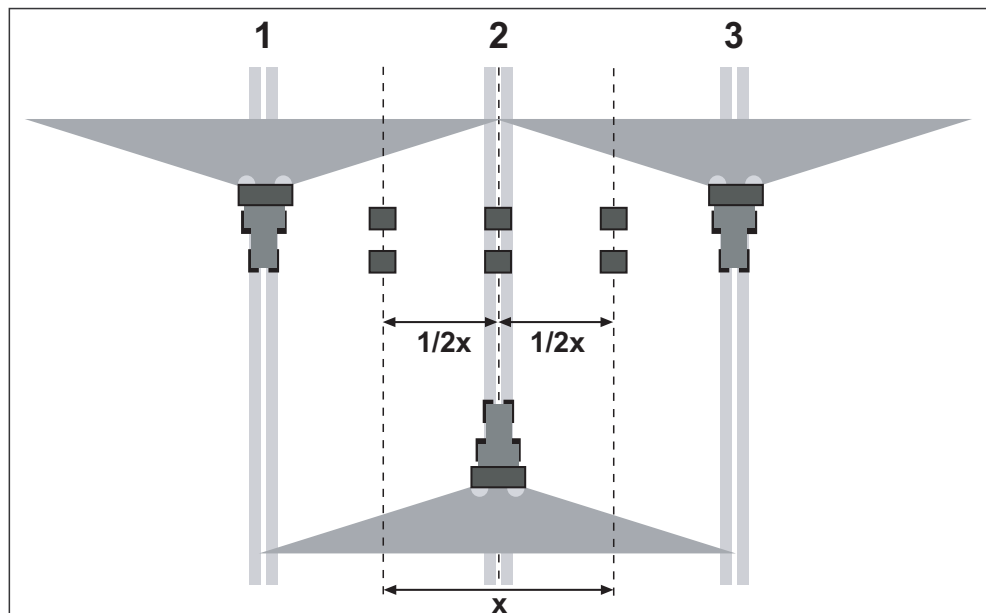

Bild 7.28: Uppställning för tre passeringar
- Placera två uppsamlingssskålar på ett avstånd av **1 m** efter varandra i överlappningszonerna och i den inre körbanan (enligt bild 7.28).